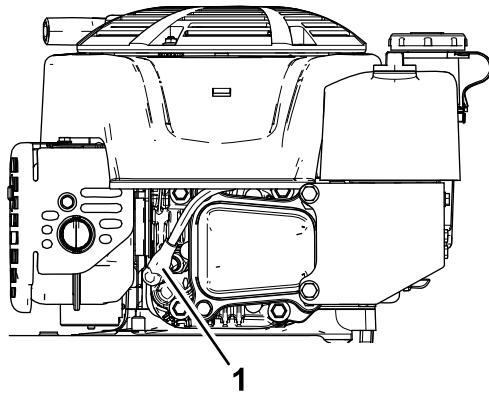

Figure 27
- Débranchez le fil de la bougie (Figure 27).